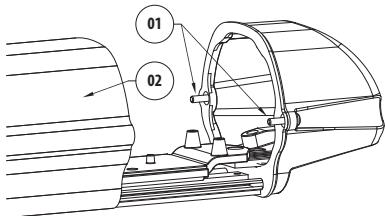
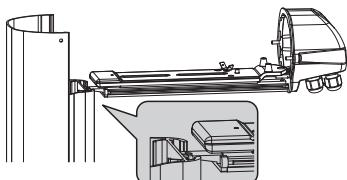

Fig. 01
Fig. 02
Pour ouvrir le caisson (Fig. 01) il faut dévisser les 2 vis (01) latérales situées à mi-hauteur du fond arrière, extraire le corps (02), l'accrocher au soutien (Fig. 02) prévu pour cet emploi et laisser en position de travail les chariots interne et externe. Seulement avant de fermer la caisson insérer l'enveloppe de silicagel enlevant le sachet protecteur en nylon.
Fixez le circuit imprimé sur l'emplacement du chariot situé près du fond postérieur (Fig. 01, 03). Effectuez les connexions du circuit à la source d'alimentation externe 24Vac. Le circuit en question a la possibilité de contrôler le PTC aussi grâce à un thermostat monté.